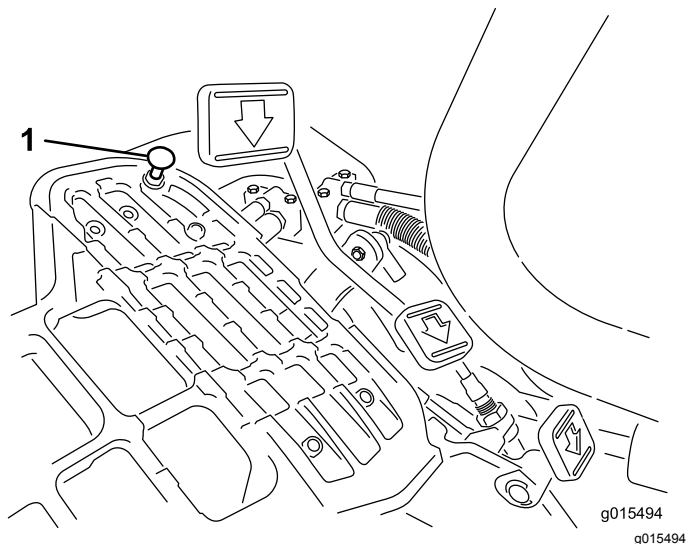

Рисунок 36
Для получения максимальной транспортной скорости переведите рычаг управления трансмиссией в положение ТРАНСПОРТИРОВКИ и нажмите на педаль управления тягой. Если педаль касается упора (Рисунок 36) до того, как на тросике начинает ощущаться натяжение, выполните следующую регулировку:
1. Переведите рычаг управления трансмиссией в положение ТРАНСПОРТИРОВКИ и ослабьте контргайку, которая крепит упор педали к полу (Рисунок 36).